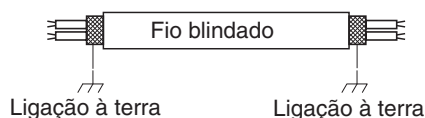

Fig. 4-6
- (5) Utilize fios blindados para a cablagem de controlo entre unidades (c) e ligue a blindagem à terra em ambos lados; caso contrário, pode ocorrer um mau funcionamento devido ao ruído. (Fig. 4-6)